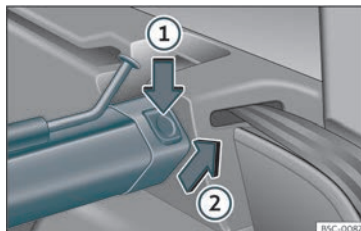

Fig. 132 No maleteiro:desmontar a rede de separación.
- Prema a tecla de desbloqueo esquerda ou dereita»» fig. 132 no sentido da frecha ①.
- Extraia a carcasa do soporte no sentido da frecha»» fig. 132 ②.
- Prema a carcasa nos soportes esquerdo e dereito no sentido contrario ao da frecha >>> **fig. 132** ② ata que encaixe.